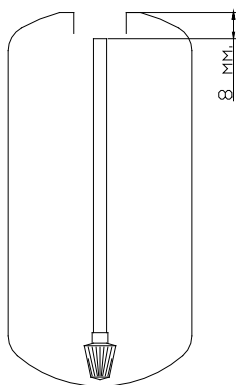

рис. 1
14. Установите и отцентрируйте распределительные трубы с нижней корзиной в корпусах установки (**рис. 1,2**) Внимание: Не надавливайте на распределительную трубку во избежание поломки корзины.
15. Обрежьте трубу дистрибьютора в соответствии с **рис. 1**. При использовании адаптера ТА-6040(корпуса с горловиной б') для установки управляющего клапана указанный размер отсчитывается после установки адаптера.